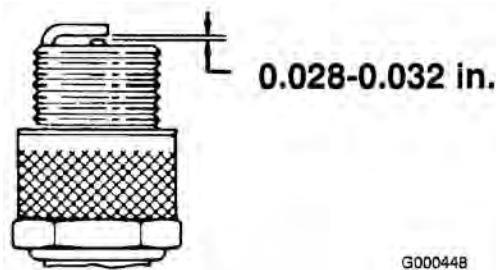

Bild 24
3. Stellen Sie den Abstand auf 0,7 bis 0,8 mm ein (Bild 24). Setzen Sie Zündkerzen ein, die den richtigen Abstand aufweisen, und ziehen Sie sie auf 23 Nm an.